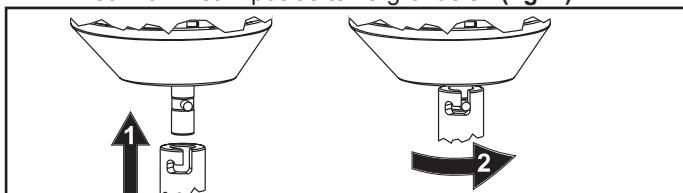

fig.4 Bevestiging van hulpstuk in bajonetsluiting.
C. Zet het gewenste hulpstuk in de bajonetsluiting en draai het linksom om het in positie te vergrendelen (fig. 4).